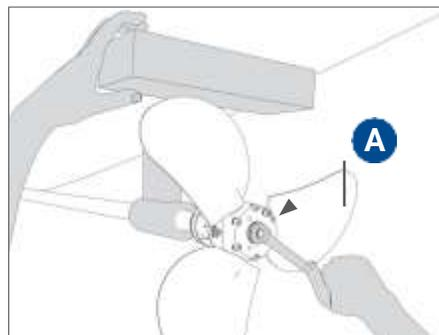

FIG. 14 Bloquee la rotación y enrosque la tuerca de apriete
- A fin de evitar doblar las palas de la hélice durante el atornillado, tenga la precaución de girarlas en posición de empuje (no en bandera) y bloquee la rotación colocando una cuña de madera entre la pala y el casco. (**Fig. 14**).
- Enrosque la tuerca **A** (**Fig. 14**) aplicando un par de apriete adecuado (en función del tipo de tuerca, según se indica en la TABLA DE PARES DE APRIETE). Durante el apriete, preste atención a mover las palas y proceda a apretar gradualmente la tuerca hasta alcanzar el par de apriete indicado.